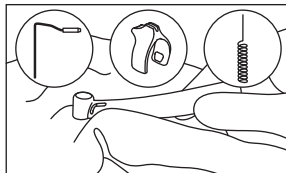

Fig. 20
5) Essuyez l'extérieur de la pièce à main, de l'embout de pulvérisation interne, du porte-embout et du fil de nettoyage en utilisant un tissu imbibé de désinfectant ou d'éthanol ayant une concentration de 60 à 90 %. (Fig. 20)